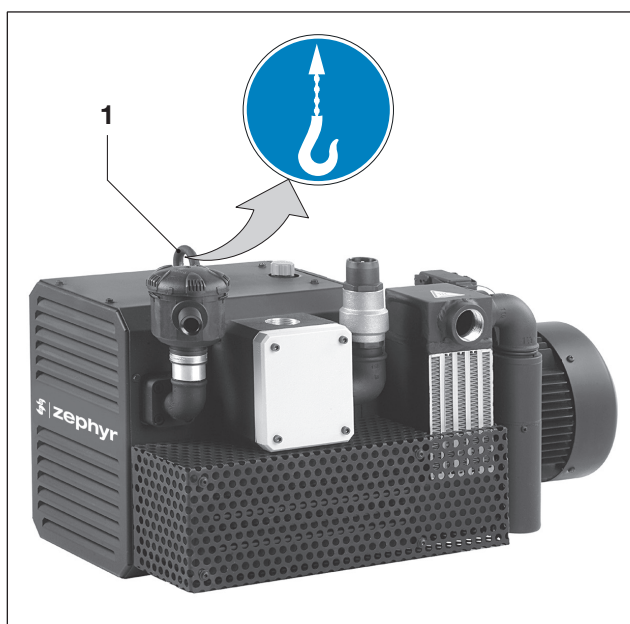

Fig. 1 Lyfta och transportera
- a) Dra åt ringskraven (fig. 1/1) ordentligt.